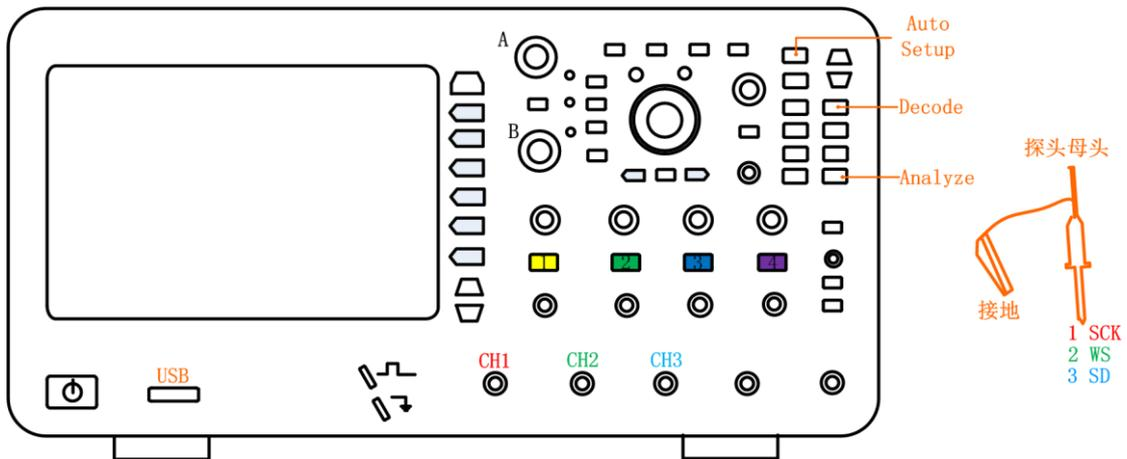

图 2.1 信号接入
- 将 I²S 的时钟和数据信号分别接到通道 1 和通道 2 中，如图 2.1 所示，点击【Auto Setup】一键捕获波形，让波形以较好的效果显示在界面；
- 点击示波器面板上【Decode】键，如图 2.1 所示，进入解码界面；
- 点击面板上的【Analyze】按键，如图 2.1 所示。